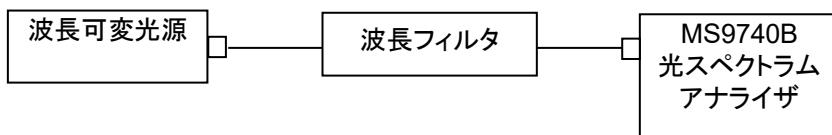

図 7.2.3-1 ダイナミックレンジ性能試験の接続
1. 本器と試験装置を図 7.2.3-1 に示すとおりに接続します。